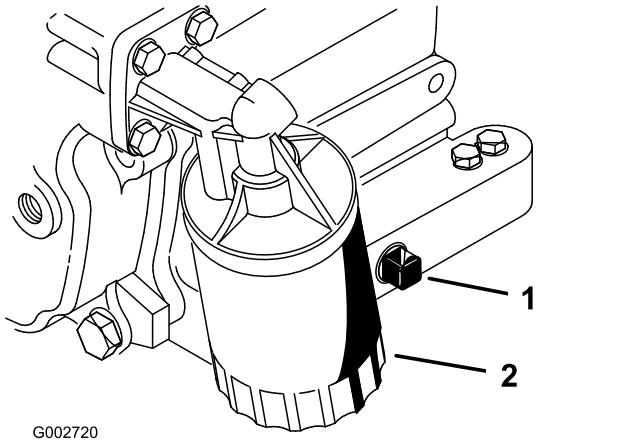

Bild 26
2. Entfernen Sie die Ablassschraube (Bild 26) und lassen Sie das Öl in die Auffangwanne ab. Schrauben Sie die Ablassschraube wieder ein, nachdem das Öl abgelaufen ist.
3. Entfernen Sie den Ölfilter (Bild 26).